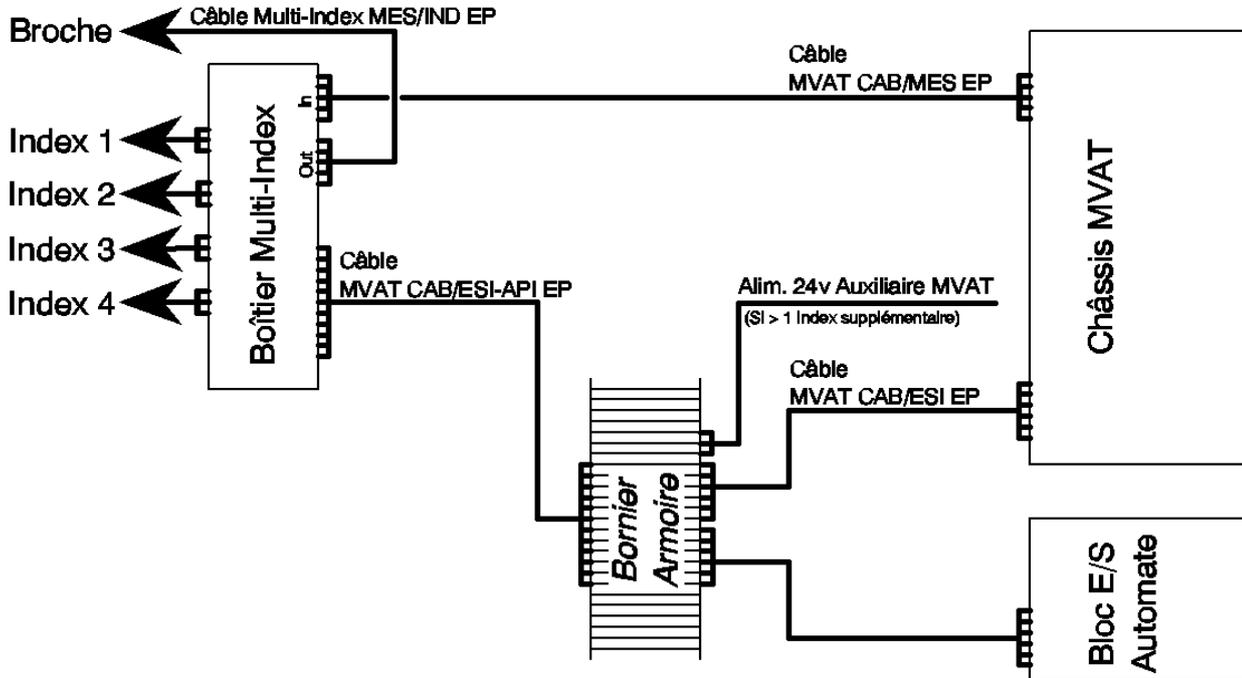

Fig. 3
** Le changement d'index de 0 à X (X= 1 à 4) par la sélection automate est reconnu lorsque le flag FB_XCHG_INDEX est à 1 et vérifié par l'écho sélection câble E/S MVAT CAB/ESI EP LG3m. Le câble MVAT CAB/ES2 EP LG3m peut être utilisé à condition que les conducteurs non affectés soient isolés fig.3*